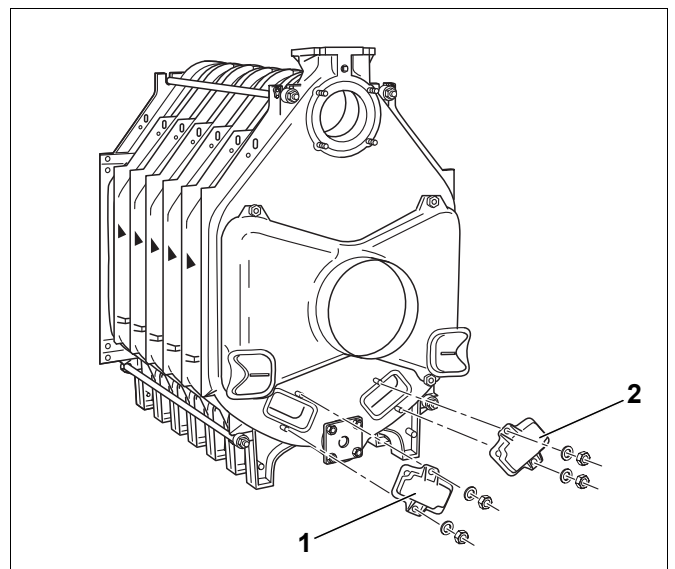

Bild 30 Reinigungsdeckel montieren
- Reinigungsdeckel wieder mit Unterlegscheiben und Muttern am Hinterglied anschrauben (Bild 30, **Pos. 1** und **2**).